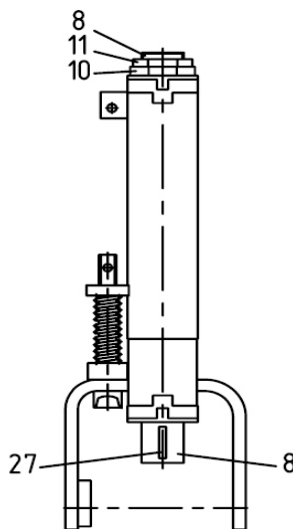

Рисунок 7.26
- к) извлеките сегментную шпонку 27 (рисунок 7.26);
- е) установите сегментную шпонку 27 (рисунок 7.26);